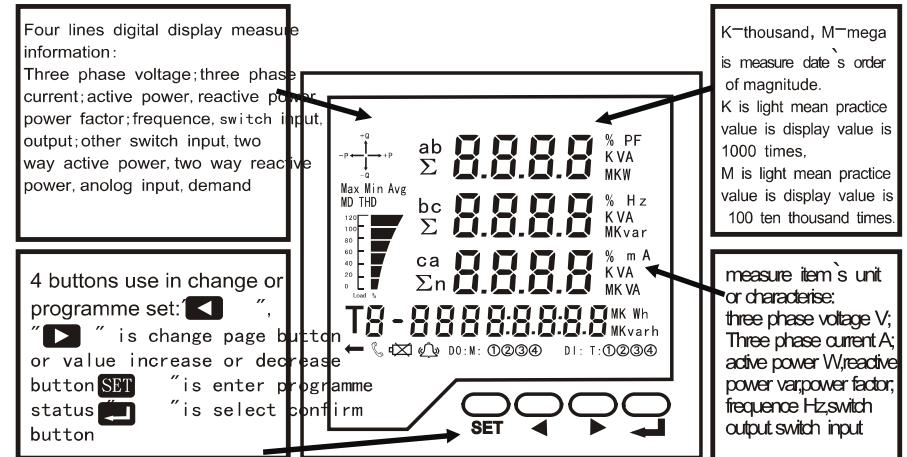

Fig. 9
6. 1 96X96、120X120 LCD Display (see fig. 9)